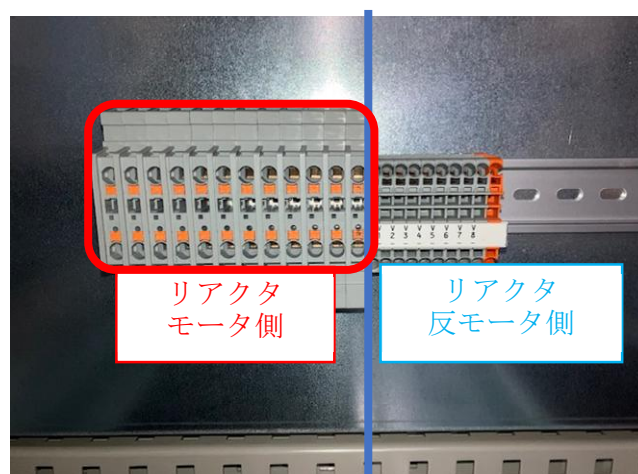

図 17 8kW 電源端子台取付後
①改造キット内の端子台を DIN レールから取り外し、図 17 の赤枠部に取り付けてください。